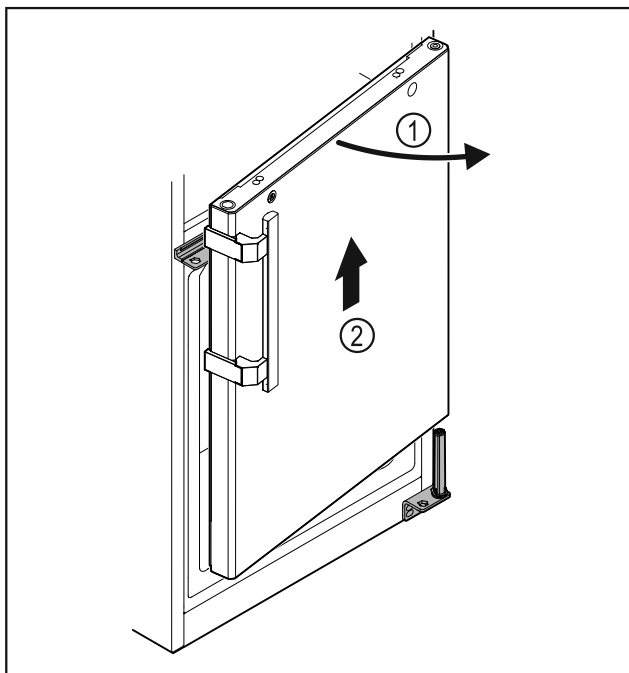

Fig. 34
- ▶ Слегка приоткройте дверь Fig. 34 (1), поднимите ее строго вертикально вверх приблизительно на 200 мм и снимите Fig. 34 (2).